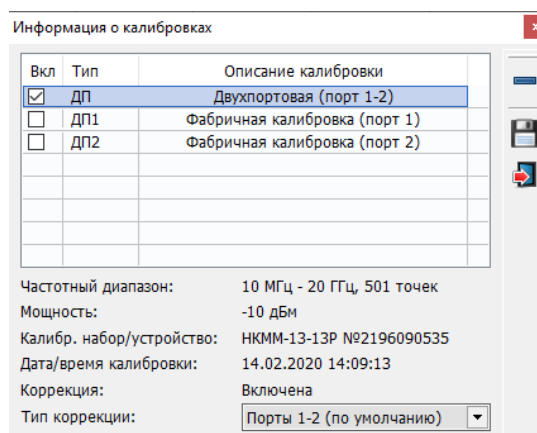

Рисунок 6.12 – Окно информации о калибровках
Для расчёта и применения калибровочных данных следует нажать кнопку «Готово». При необходимости можно воспользоваться функцией сохранения калибровочных данных (см. п. 6.8). Статус калибровки отображается в окне «Калибровка > Информация о калибровках ...», рисунок 6.12.
*Р42 «Панорама» содержит 2 фабричные двухпортовые векторные калибровки в одном направлении, записанные во внутреннюю память измерительного блока. Они используются для коррекции измеренных S-параметров до выполнения соответствующей калибровки пользователем, после чего автоматически отключаются (см. рисунок 6.12).*
После успешного завершения калибровки в окне «Информация о калибровках ...» появится информация о проведённой калибровке и её типе (рисунок 6.12). Флажок может быть сброшен или установлен, что приведёт к отключению или включению коррекции измеряемых параметров от выбранной калибровки.
После успешного завершения калибровки в окне «Информация о калибровках ...» появится информация о проведенной калибровке и её типе (рисунок 6.12). Флажок может быть сброшен или установлен, что приведёт к отключению или включению коррекции измеряемых параметров от выбранной калибровки.
После успешного завершения калибровки в окне «Информация о калибровках ...» появится информация о проведённой калибровке и её типе, рисунок 6.12. Флажок может быть сброшен или установлен, что приведёт к отключению или включению коррекции измеряемых параметров.
При сохранении калибровочных данных (см. п. 6.8) состояние флажка «Коррекция для взаимных устройств» не сохраняется и, соответственно, при чтении калибровочных данных не восстанавливается. Изменить настройку «Коррекция для взаимных устройств» можно в окне «Информация о калибровках ...» (рисунок 6.12), выбрав из выпадающего списка «Тип коррекции» соответствующее значение.